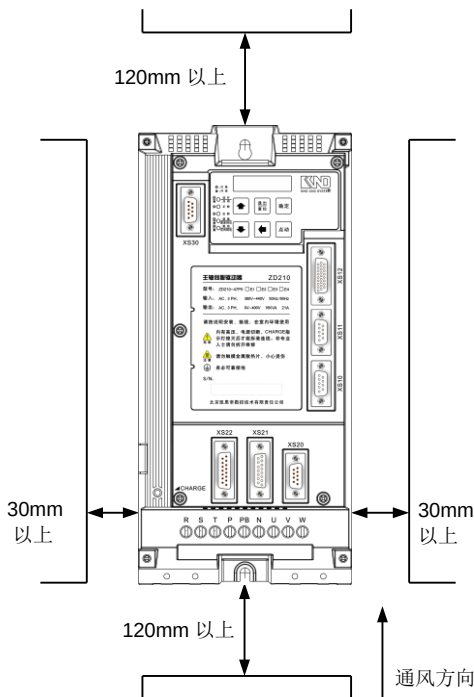

图 2-1 ZD210 伺服驱动器安装示意图
- 3 安装间隔：伺服驱动器之间以及与其它设备间的安装间隔距离，请参考图 2-1，实际中应尽可能地留有较大的安装间隔，以保证散热。
- ① 安装电气控制柜时，防止粉尘、金属屑、螺钉等异物进入驱动器内部。
- ② 本驱动器仅用于控制交流伺服电机，请勿用于控制其它类型电机。